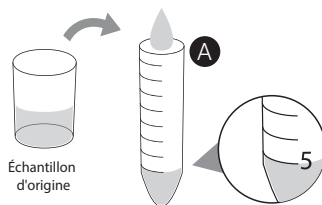

Fig. 2 : transfert de l'échantillon dans l'éprouvette de réaction (A)
Transfert de l'échantillon dans le TUBE DE RÉACTION (A) (fig. 2) :
1. Ouvrir le TUBE DE RÉACTION (A)
2. À l'aide d'une pipette stérile, transférer 5mL de l'échantillon original dans le TUBE DE RÉACTION (A).